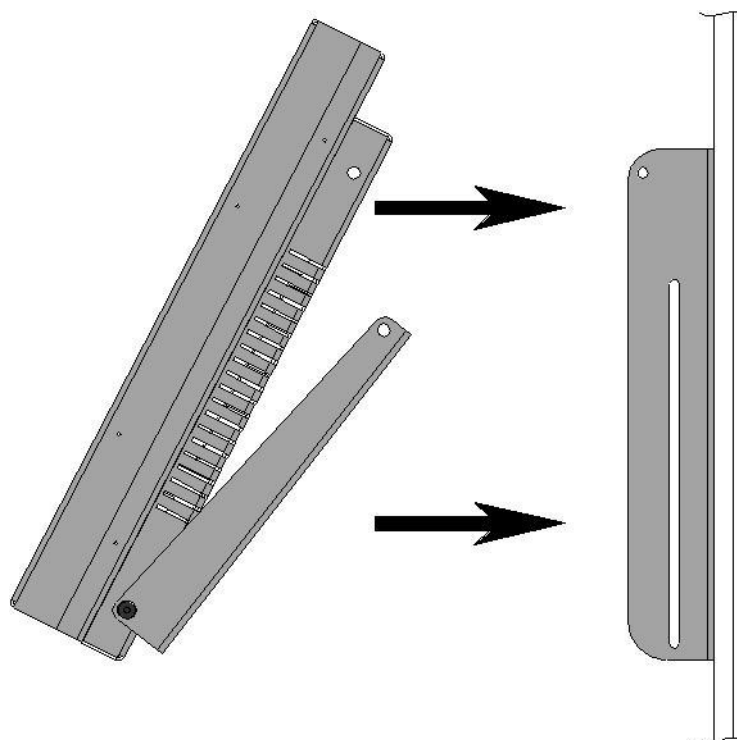

Рис.7 Крепление терминала к основанию крепления
- Приложите терминал к закрепленному основанию крепления, придерживая опору крепления, и совместите крепежные отверстия (рис.7).